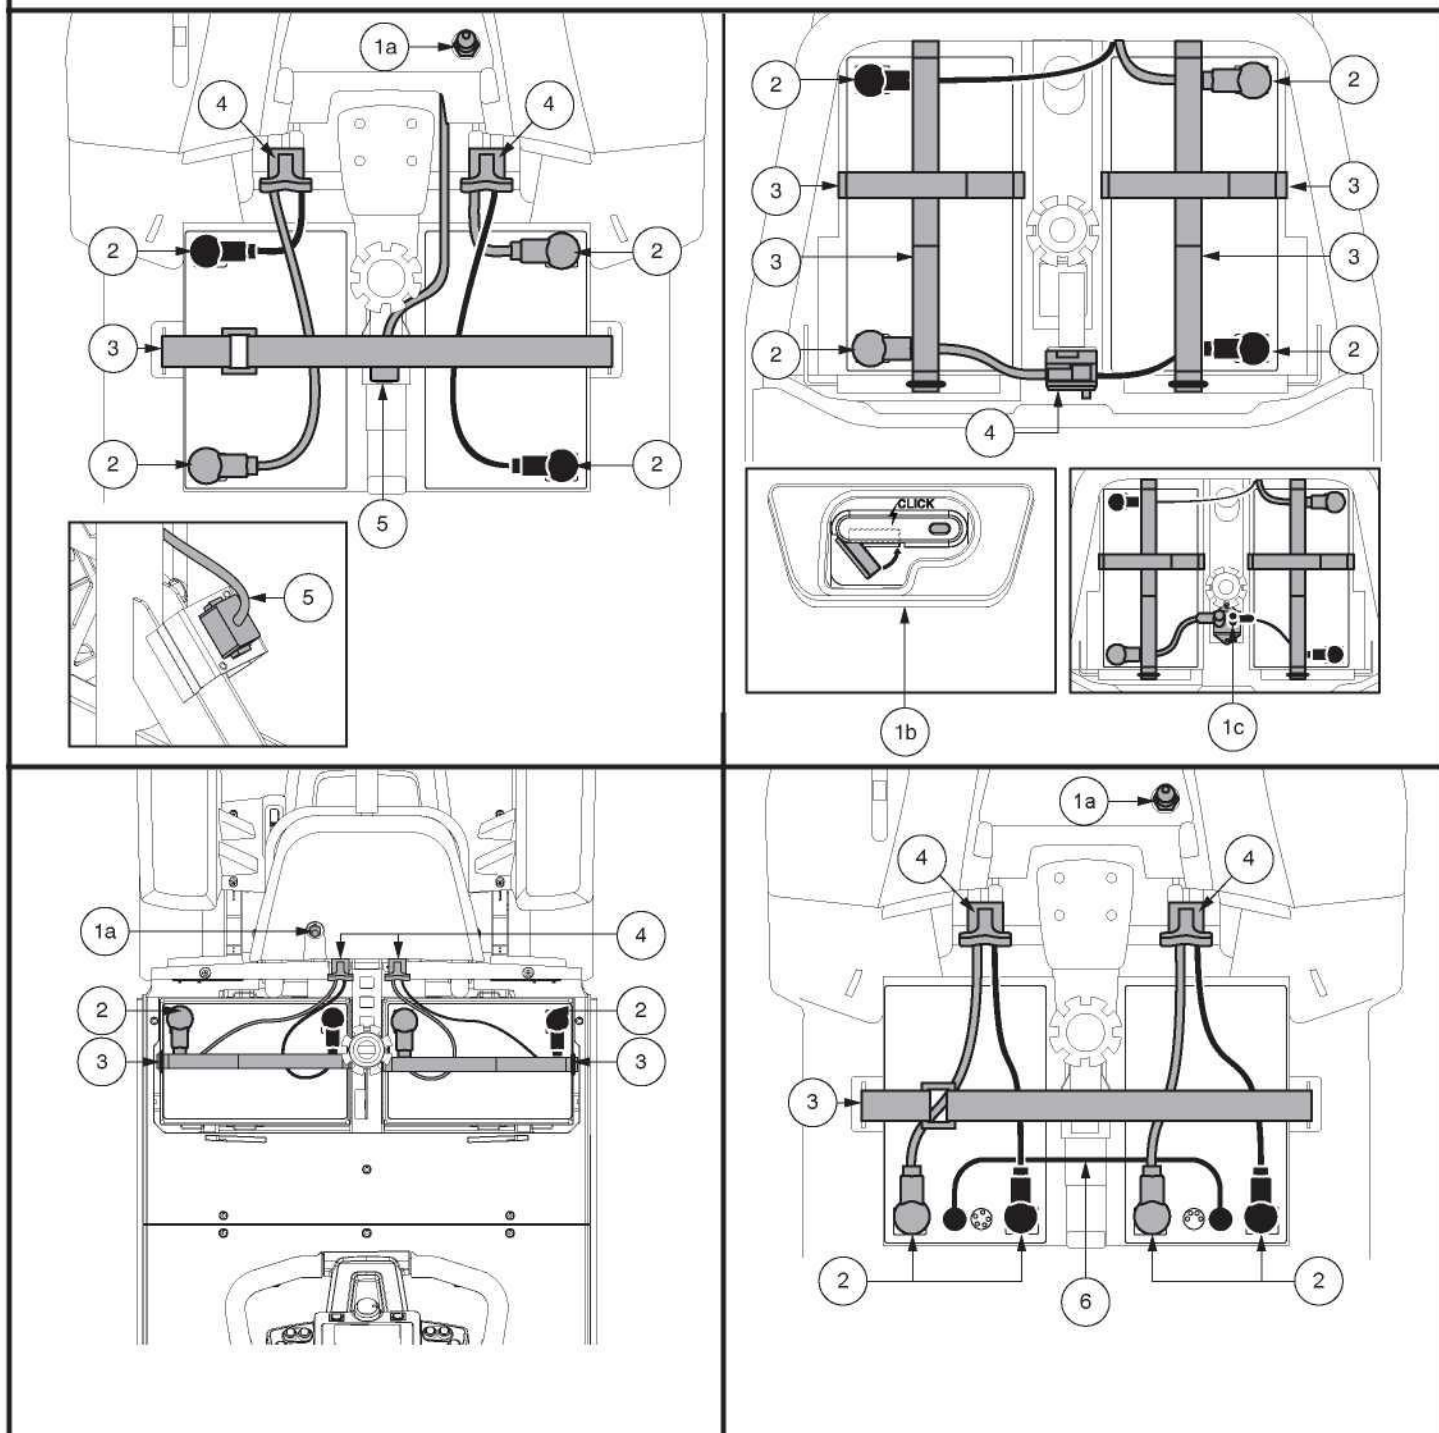

Figura 17. Remoción de la batería / Instalación de Terminales y Conexiones
6. Coloque una nueva batería en cada espacio destinado a las baterías. Las terminales de la batería deben mirar en sentido contrario al asiento, con las terminales positivas (+) y negativas (-) posicionadas tal como se indica en la figura 17.
NOTA: Los modelos 614 y 714 usan cinchas para batería para fijar las baterías a los espacios destinados a las baterías. Por favor, vea la figura 17 para conocer los procedimientos de instalación de cinchas de batería.